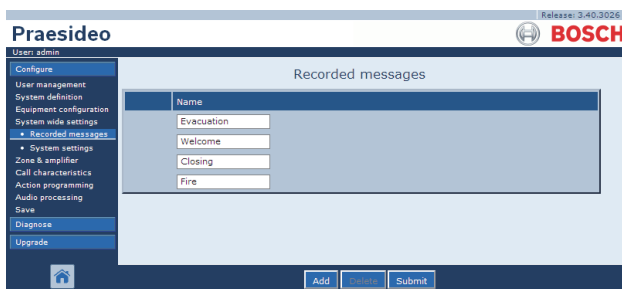

abbildung 45.6: Anmeldung von Durchsagen löschen, Schritt 1
- 1 Rufen Sie *Configure > System wide settings > Recorded messages*, auf um die Seite *Recorded messages* zu öffnen. Im Mainframe der webbasierten Benutzeroberfläche erscheint ein Bildschirm, der dem in abbildung 45.6 ähnelt.